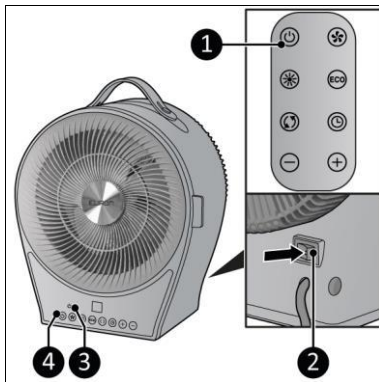

Figure 9
1. Mettez le commutateur MARCHE/ARRÊT sur la position MARCHE (figure 9, pos. 2).
2. Appuyez sur la touche MARCHE/ARRÊT du panneau de commande (figure 9, pos. 4) ou de la télécommande (figure 9, pos. 1).
3. Le témoin MARCHE/ARRÊT (Figure 9, pos. 3) s'allume.
1. Appuyez sur la touche ARRÊT du panneau de commande (figure 9, pos. 4) ou de la télécommande (figure 9, pos. 1).